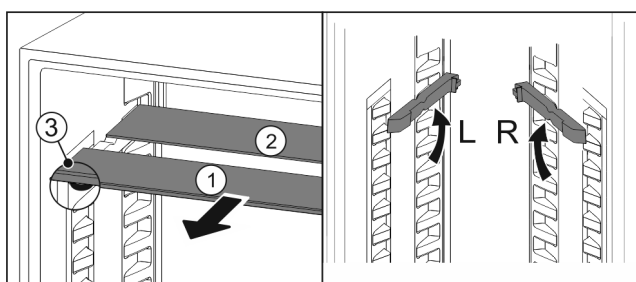

Fig. 61
- ▶ Træk glaspladerne ud enkeltvis fremad Fig. 61 (1).
- ▷ Glaspladen Fig. 61 (1) med pyntelisten ligger foran.
- ▷ Stoppene Fig. 61 (3) peger nedad.